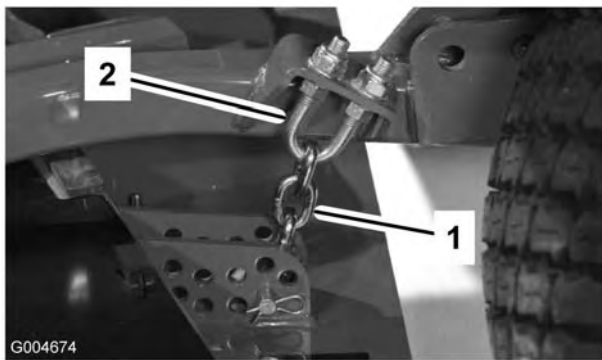

Bild 16
5. Entfernen Sie den Splint und den Lastösenbolzen, mit denen die Schnitthöhenkette an der Rückseite des Mähwerks befestigt ist (Bild 16).